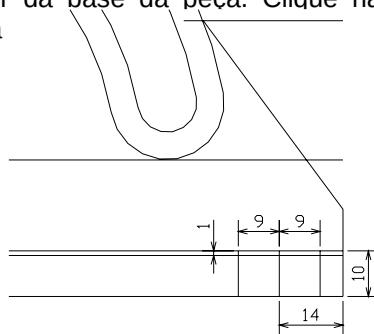

Figura 4.17 – Utilização do comando OFFSET para fazer o furo da base.
35. Entre no comando OFFSET. Forneça a distância 14 (eixo do furo) e selecione a linha que constitui o lado direito da peça. Em seguida, clique com o botão esquerdo do mouse em qualquer região da área de trabalho do lado esquerdo da linha selecionada. Saia do comando OFFSET (figura 4.17).
36. Entre no comando OFFSET (ou pressione a barra de espaços). Forneça a distância 9 (raio do furo – parte superior da base) e selecione a linha que foi desenhada no passo anterior. Em seguida, clique com o botão esquerdo do mouse em qualquer região da área de trabalho do lado esquerdo da linha selecionada. Depois, selecione novamente a linha desenhada no passo anterior e clique agora, com o botão esquerdo do mouse, em qualquer região da área de trabalho do lado direito da linha selecionada. Saia do comando OFFSET (figura 4.17).